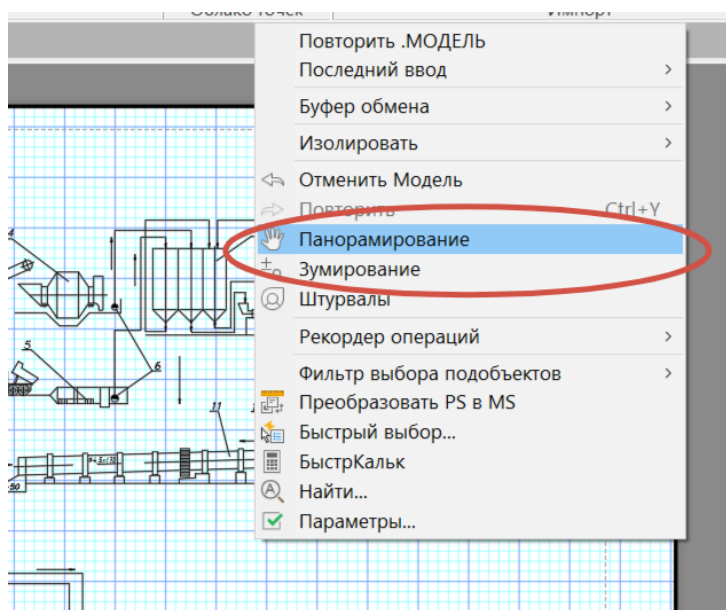

Рис. 126. Панорамирование и Зуммирование объектов в графическом пространстве
5. Чтобы расположить необходимый для вынесения в рамку объект воспользоваться ПКМ → Панорамирование или Зуммирование (рис. 126).